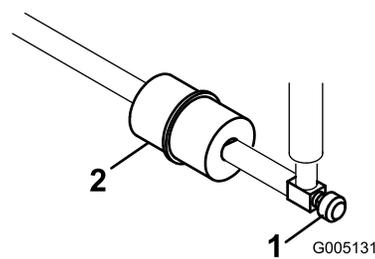

図 44
燃料フィルタはインラインタイプで、燃料タンクとキャブレタの間に設置してあります 図 44。
1. 燃料バルブを閉じ、フィルタのキャブレタ側についているホースクランプをゆるめ、燃料ラインからフィルタを外す 図 44。
2. フィルタの下に容器を置き、もう一方のクランプも外してフィルタを取り出す 図 44。